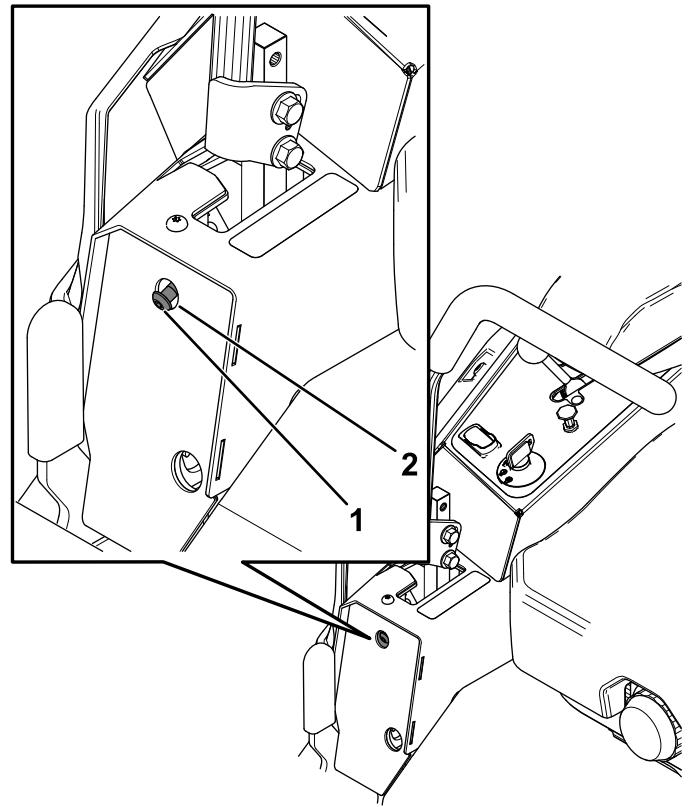

Figure 73
6. Si la machine se déporte à droite, insérez une clé hexagonale de 3/16 po dans le trou d'accès du panneau de protection avant gauche et tournez la vis de réglage de l'alignement dans le sens horaire ou antihoraire pour ajuster la course du levier (Figure 73).
7. Si la machine se déporte à gauche, insérez une clé hexagonale de 3/16 po dans le trou d'accès du panneau de protection avant droit et tournez la vis de réglage de l'alignement dans le sens horaire ou antihoraire pour ajuster la course du levier (Figure 73).